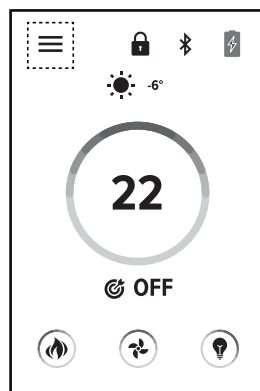

Fig. 1
1. Appuyez sur l'icône de menu (Fig. 1).